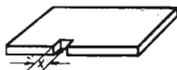
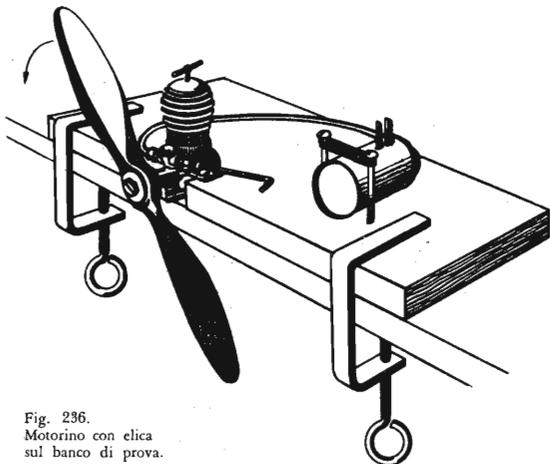

Fig. 235. Banco di prova: basamento x = larghezza della parte inferiore del cilindro.
Fig. 236. Motorino con elica sul banco di prova.
Per l'azionamento di modelli di aeroplani, l'elica si avvitava sull'albero motore (9) con l'aiuto del dado (11) e della rondella disegnata nella figura 233; la ruota zigrinata (10) assicura la solidità del collegamento. Per renderci conto di come funziona un motorino del genere, lo montiamo con quattro viti sul basamento di prova, un'assicella spessa 1,5 cm con una rientranza per la parte inferiore del cilindro (fig. 235). Le flange (12) devono poggiare interamente sul legno, che viene fissato al tavolo con due morsetti (fig. 236). Il serbatoio è tenuto da un elastico teso tra due viti. Giriamo ora l'elica nel senso delle lancette dell'orologio: ad un certo punto sentiremo che la resistenza raggiunge un massimo, e ne possiamo dedurre che il pistone è arrivato vicino al punto morto superiore. È opportuno che questo punto venga raggiunto quando l'elica è verticale; ciò ci faciliterà poi la messa in moto. Giriamo ora l'ago (7) fino in fondo e poi per due o tre giri nuovamente all'infuori; chiudiamo col pollice della mano sinistra il tubo (6) e giriamo l'elica con la destra finché il carburante è arrivato nel tubo. Se togliamo ora il pollice sinistro, il carburante non deve rifluire verso il serbatoio (se questo avviene, il serbatoio deve essere portato leggermente più in alto). Il flusso del carburante può essere controllato agevolmente grazie alla trasparenza del tubo di plastica.